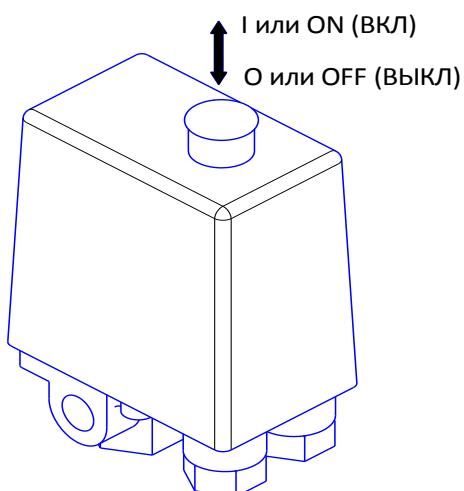

Рисунок 4
- 1 Проверьте, чтобы выключатель на маностате находился в выключенном положении "O" или "OFF", в зависимости от исполнения (см. рисунок 4).
- 4 Включите компрессор выключателем на маностате. Для этого необходимо переключить выключатель в положение "I" или "ON", в зависимости от исполнения (см. рисунок 4).
- 1 Переключите выключатель на маностате в положение "O" или "OFF", в зависимости от исполнения (см. рисунок 4).